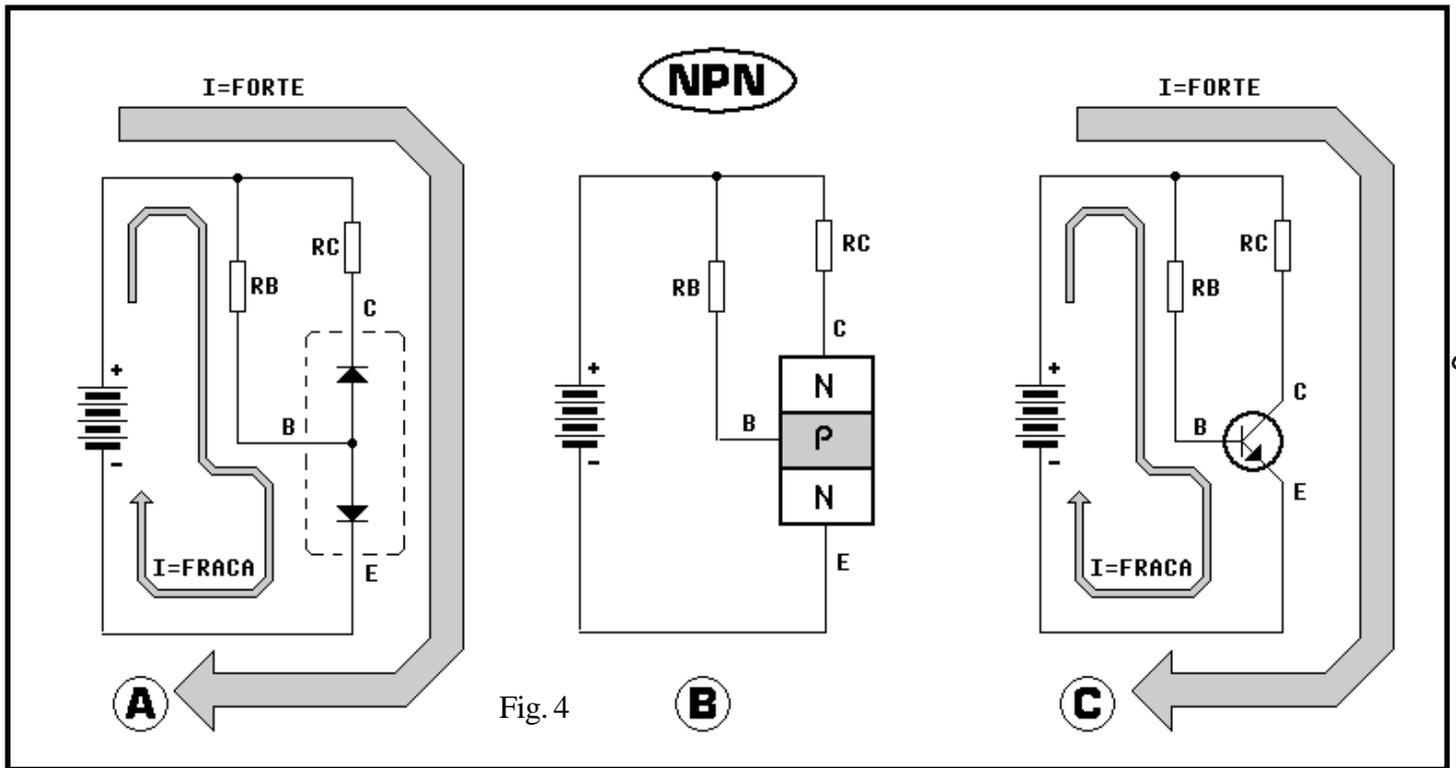
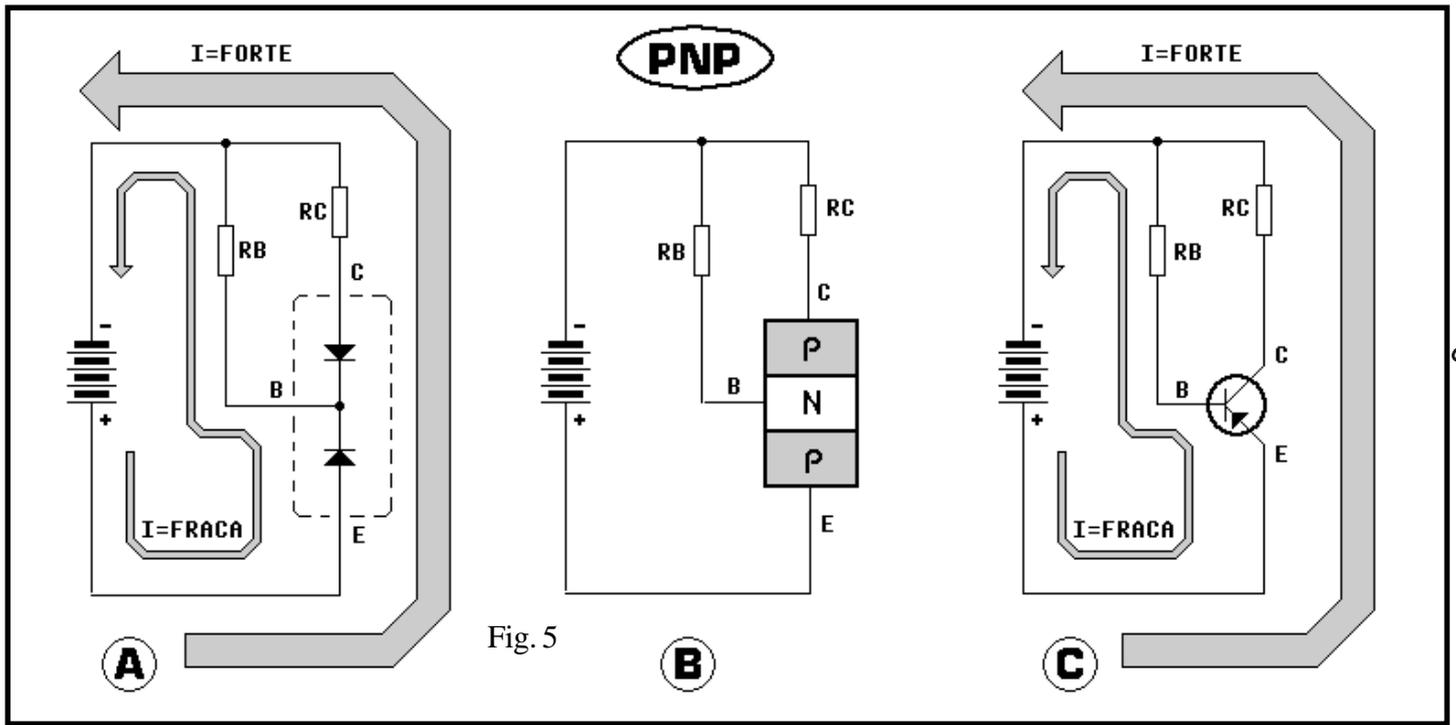

Fig. 4
Fig. 5
- **FIG. 4-A** – (DIAGRAMA UTILIZANDO A ANALOGIA DOS “DIODOS” INTERNOS) – Se o terminal de BASE (B) de um TRANSISTOR NPN for ligado ao **positivo** da alimentação, através de um RESISTOR de valor relativamente elevado (RB), transitará pela junção PN correspondente ao conjunto BASE / EMISSOR uma CORRENTE **I fraca**... Notar que o DIODO *de baixo*, no diagrama, fica diretamente polarizado com relação à CORRENTE proveniente do RESISTOR RB... Essa CORRENTE, embora encontre facilidade no seu percurso,
- **NOTA** – Vamos recordar um pouco... Tanto nos símbolos dos componentes, quanto nos diagramas explicativos, as setas costumam indicar o chamado SENTIDO CONVENCIONAL da CORRENTE, como se esta estivesse *saindo* do **positivo** e *indo* para o **negativo**, embora nós saibamos que – na verdade – o fluxo de elétrons caminha ao contrário, do **negativo**, onde *sobram*, para o **positivo**, onde *faltam*... Retornemos à **FIG. 4-A** analisando a coisa em termos de fluxo de elétrons...
- O “DIODO” *de baixo* (junção B-E) encontra-se diretamente polarizado, permitindo a passagem da CORRENTE... Os elétrons, então, *saem* do **negativo** da alimentação (pilhas), *entram* pelo terminal de EMISSOR (E) e, através do RESISTOR RB, *retornam* às pilhas pelo seu polo **positivo**... Nesse caminho, contudo, os elétrons agem também sobre a **barreira de potencial** (rever Aula sobre os DIODOS...) do “DIODO” *de cima* (que, normalmente, estaria inversamente polarizado...),
- **FIG. 4-B** - O mesmo arranjo de polarizações da FIG. 4-A, porém com a estrutura interna do TRANSISTOR NPN vista em seus blocos semicondutores...
- **FIG. 4-C** – Ainda o mesmo arranjo, porém agora desenhado em seus símbolos esquemáticos, exatamente como apareceriam (e aparecerão...) nos diagramas de circuitos (*esquemas*...). É bom que o Leitor / Aluno compare e relacione bem os diagramas da **FIG. 4** para *sentir* o comportamento e os CAMINHOS da CORRENTE num circuito transistorizado, mesmo que essa informação visual esteja na forma de um simples *esquema*...! É assim que, lenta, porém seguramente, o Leitor / Aluno aprende a *pensar eletronicamente*...!
- **FIG. 5** – O equivalente a tudo o que já vimos na **FIG. 4**, porém agora referindo-se a um TRANSISTOR PNP... Em **5-A** um diagrama com os 'DIODOS' internos, em **5-B** com a estrutura de blocos semicondutores e em **5-C** no que chamamos de diagrama esquemático (em símbolos...) do circuito... Observar (e isso é IMPORTANTE...) que, devido às polarizações agora *invertidas* dos 'DIODOS' internos, para obtermos o mesmo comportamento de amplificação já estudado na figura anterior (TRANSISTOR NPN...), tanto a polaridade da alimentação (pilhas) como todos os sentidos das CORRENTES, são também *invertidos*...! Assim, num TRANSISTOR PNP, para obtermos uma CORRENTE relativamente forte entre COLETOR e EMISSOR, precisamos polarizar seu terminal de BASE (via RESISTOR RB...) ligando-o ao **negativo** da alimentação / pilhas...! Tirando essas inversões (necessárias, já que a estrutura do *sanduíche* semicondutor interno é inverso com relação à de um TRANSISTOR NPN...), o comportamento do